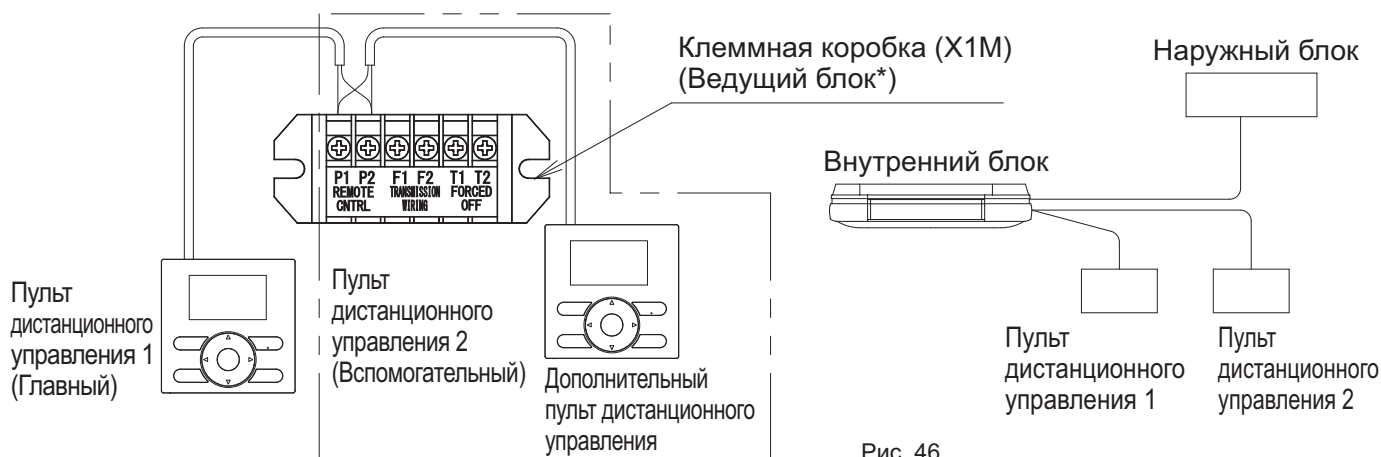

Рис. 46
- (1) Снимите крышку блока управления в соответствии с разделом "8-3 МЕТОД СОЕДИНЕНИЯ ПРОВОДКИ".
- (2) Выполните дополнительную проводку от пульта дистанционного управления 2 (вспомогательного) к контактам (P1·P2) к проводке пульта дистанционного управления на клеммной колодке (X1M) в блоке управления. (Полярность отсутствует.) **(См. рис. 46)**